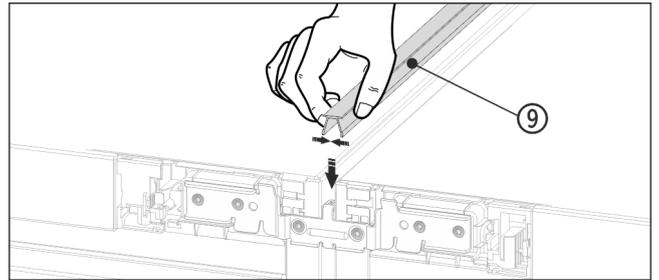

Fig. 19
- ▶ 在表面，将短护板条 Fig. 19 (9) 压入水平缝隙中。